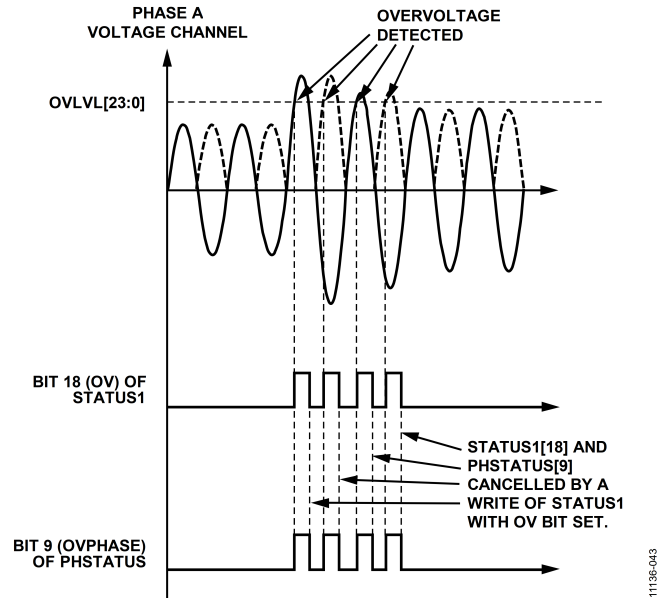

図 53. A 相の過電圧検出
次に、STATUS1 レジスタのビット 18 (OV) と PHSTATUS レジスタの全てのビット[11:9] (OVPHASE[2:0]) がクリアされます。ステータス・ビットを 1 に設定して STATUS1 レジスタに書き込むことにより、 $\overline{\text{IRQI}}$ ピンをハイに設定します。A 相の電圧の過電圧検出については、図 53 を参照してください。